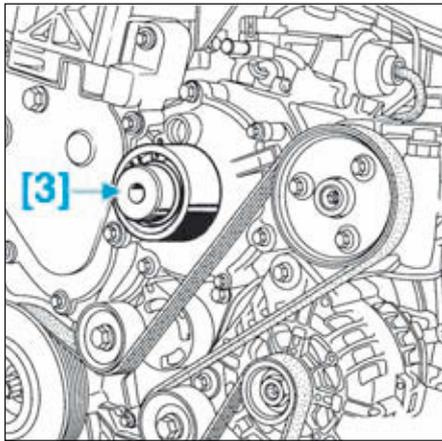
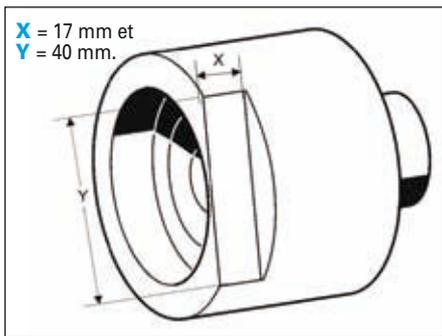

FIG. 153
FIG. 154
- Reposer l'obturateur neuf à l'aide de l'outil [3] modifié (Fig.153) et (Fig.154).